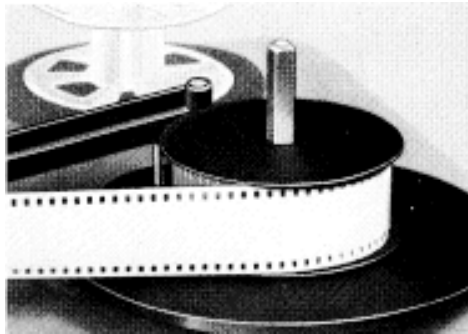

Abb. 2
3. Stecken Sie die Kameraspule mit dem belichteten Film (Schichtseite nach innen!) wie in Abb. 2 auf den Filmteller.